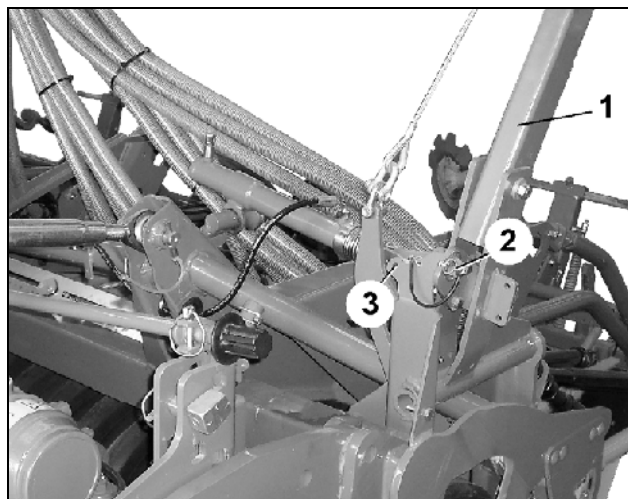

Fig. 111
- Hold fast spormarkørutliggeren (Fig. 111/1) og fjern låsestiften (Fig. 111/2) (nødvendig for transport).
- Fest låsestiften i bøylen (Fig. 111/3) når den ikke benyttes.
Etter fjerning av låsestiften (Fig. 111/2) skråner spormarkørutliggeren lett ut til siden.